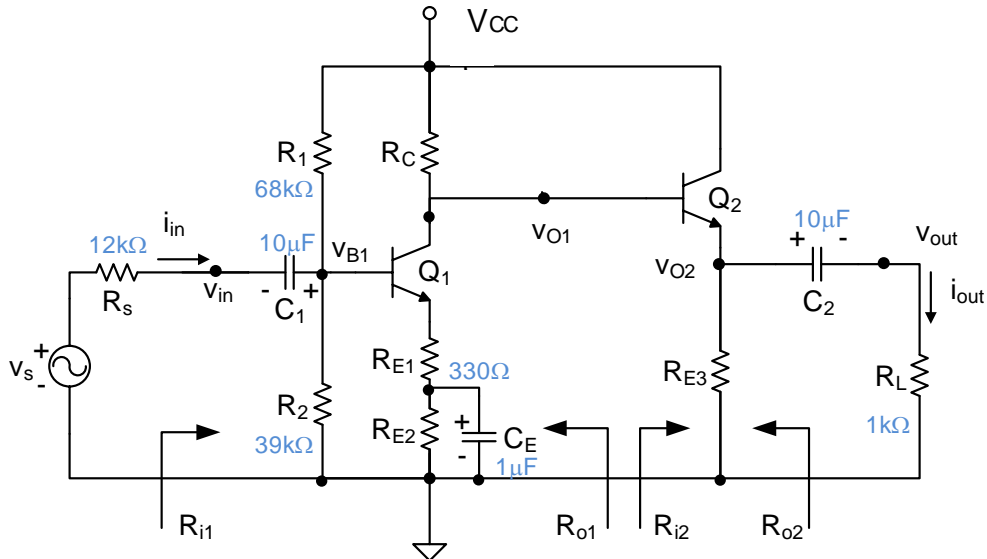
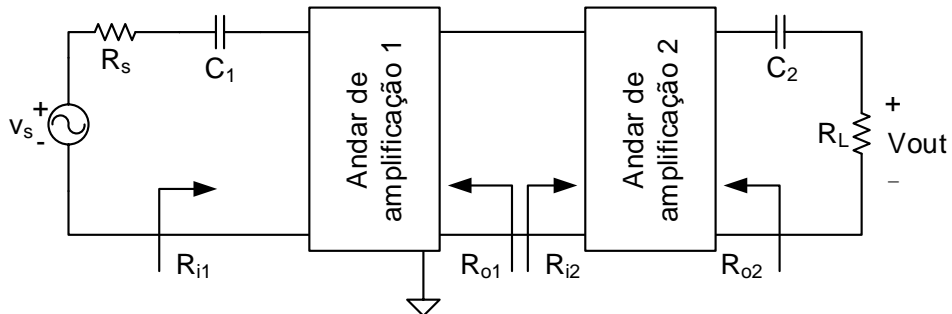

Figura 1 – Amplificador discreto com transístores bipolares.
Figura 2 – Andares de amplificação ligados em cascata.
Considere o circuito amplificador da Figura 1, que é constituído por dois andares de amplificação, identificados na Figura 2. O primeiro é um amplificador com um transístor em montagem de emissor comum degenerado e o segundo um amplificador seguidor de emissor ou coletor comum.
- 5.1. Identifique na Figura 1 os terminais dos transístores, consultando [3]. Monte o circuito na placa de *breadboard* sem incluir os condensadores  $C_1$ ,  $C_2$  e  $C_E$  e as resistências  $R_S$  e  $R_L$ . Não ligue a fonte de alimentação.
**Notas:** Tente manter a correspondência entre o circuito montado e o esquema do circuito da Figura 1 (bases dos transístores do lado esquerdo, coletores em cima, emissores em baixo,  $V_{CC}$  em cima, GND em baixo, resistências na mesma posição horizontal/vertical, etc.). Use fios curtos nas ligações.